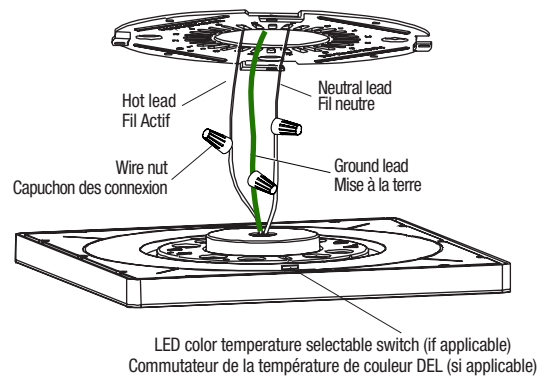

Fig. 2B
1. Select the desired LED color temperature (if applicable for this model) by using the switch on the back of luminaire (Fig. 2B).
3. Bring the luminaire near the junction box and made wiring electrical connections by using wire nuts (Fig. 2B).
1. Sélectionner la température de couleur de DELs désirée (si applicable pour ce modèle) à l'aide du commutateur situé à l'arrière du luminaire (Fig. 2B).
3. Apporter le luminaire près de la boîte de jonction et faire les connexions électriques en utilisant des capuchons de connexion (Fig. 2B).